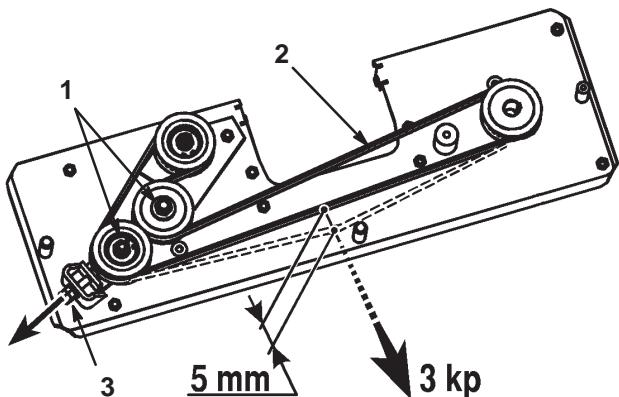

Bild 43
4. Lösen Sie die zwei Sechskantmuttern auf der Antriebs- scheibe (Bild 43).
5. Stellen Sie die M10-Mutter so ein, dass sich der Riemen 5 mm mit einer Spannung von 3 kp bewegt (Bild 43).